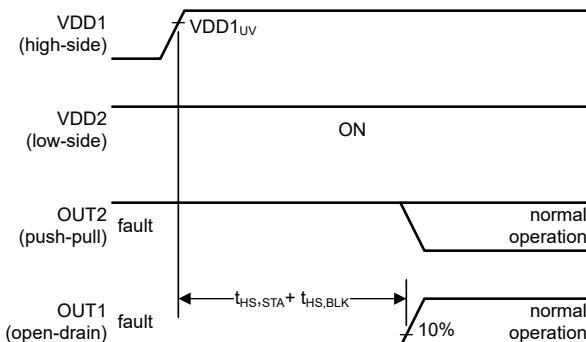

図 6-4. VDD2 がオンで、VDD1 がオンになる
図 6-4 では、ローサイド電源 (VDD2) がオンになった後しばらくして、ハイサイド電源 (VDD1) がオンになります。OUT1 は最初は Low 状態で、OUT2 は High 状態です (ケース (1) を参照)。ハイサイド電源が有効になった後、本デバイスが通常動作となり、出力がコンパレータの現在の状態を反映するまでに、 $t_{HS, STA} + t_{HS, BLK}$ の時間が経過します。